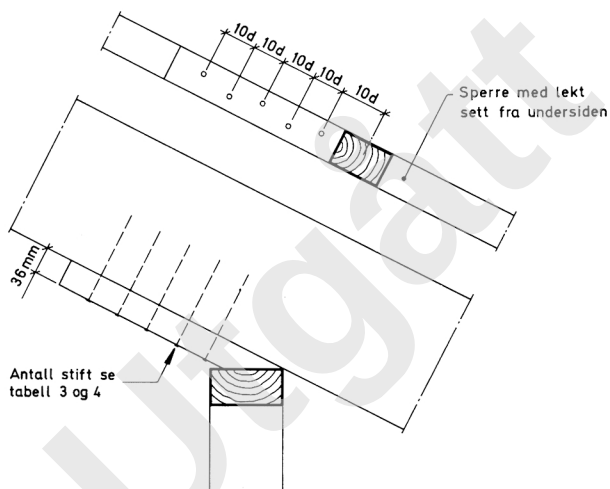

Fig. 07
- 07 Sperrene må ikke svekkes i tverrsnittet over opplegg C. Anlegget mot svill ordnes med en 36 mm lekt av samme bredde som sperrene, fig. 07. Lekten spikres til sperren med stift 48/150 og med antall som oppgitt i tabell 3 og 4. Antall stift er uavhengig av c/c-avstanden for sperrene.